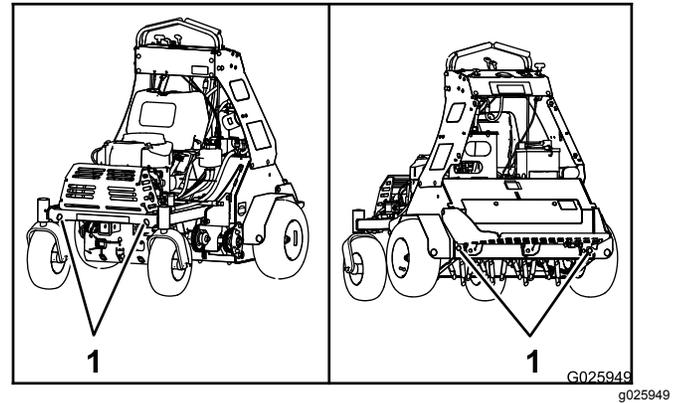

**Figura 28**
- Utilice una sola rampa lo suficientemente ancha como para sobresalir a cada lado de las ruedas traseras, en lugar de rampas individuales para cada lado de la máquina (Figura 28). Cuando está bajada y bloqueada, la plataforma debe extenderse hacia atrás entre las ruedas traseras, y sirve de tope para evitar vuelcos hacia atrás. Una rampa ancha proporciona una superficie de apoyo para la plataforma si la máquina empieza a volcarse hacia atrás. Con la plataforma elevada, queda sitio para desplazarse detrás de la máquina en una rampa ancha.
- La rampa debe tener una longitud suficiente, de manera que el ángulo no supere los 15 grados (Figura 28). Un ángulo mayor puede hacer que los componentes de los taladros se atasquen cuando la máquina se desplaza desde la rampa hasta el remolque o camión. Un ángulo mayor puede hacer también que la máquina vuelque hacia atrás. Si se carga en o cerca de una pendiente, coloque el remolque o el camión de tal forma que esté pendiente abajo, con la rampa extendida